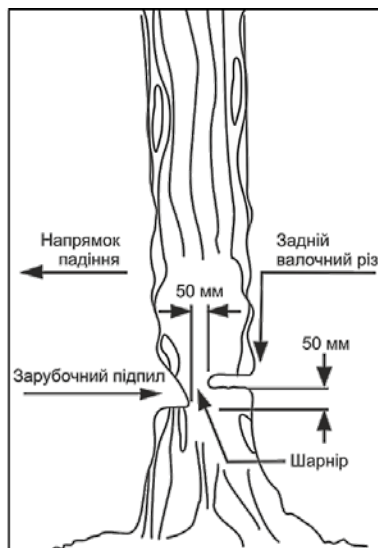

Рисунок 8
4.3.2 Зарубочний підпил (рисунок 8)
4.3.3 Задній валочний різ (рисунок 8)